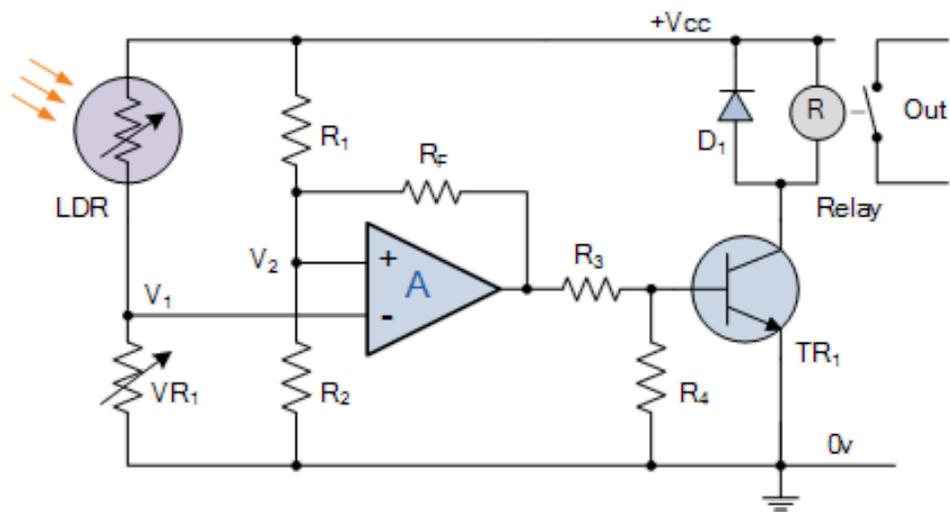

Fig. 1: Implementação com circuitos eletrônicos (Fonte: [1]).
- 6) Há algum projeto similar? Foram encontrados vários projetos. Um baseado somente em componentes eletrônicos é mostrado na Fig. 1, e o outro microcontrolado é apresentado na Fig. 2. Ambos os circuitos são detalhados em [1] e [2], respectivamente. Para quem tem dificuldades em entender as funções da ponte de Wheatstone, do comparador (com realimentação positiva) A, da chave eletrônica TR1 (circuito de chaveamento) e do dispositivo de proteção D1 ao chaveamento de uma carga indutiva R no esquemático da Fig. 1, consultem [3].
Tomando a Fig. 1 como ponto de partida, é necessário decidir quantas funções podem ser substituídas para termos o comportamento especificado.
Como uma parte das funções dos circuitos eletrônicos da Fig. 1, mais especificamente a comparação entre os sinais e acionamento condicional da lâmpada, foi transferida para o microcontrolador, temos que programar estas funções: